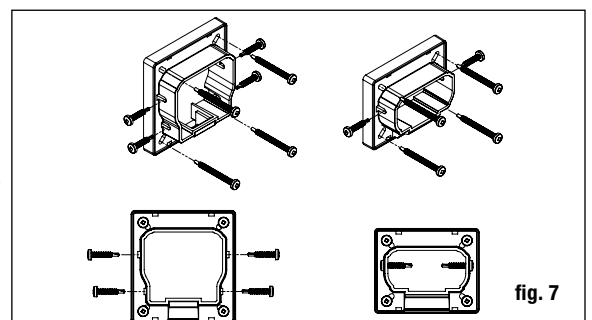

fig. 7
**Étape 9** Placez les couvre-supports et support de traverse aux extrémités de la traverse inférieure et soutenez la traverse inférieure entre les poteaux à l'aide de blocs coupés à la taille voulue. Vérifiez que la traverse est à niveau. En utilisant le support comme guide, marquez la position des vis sur le manchon de poteau et sur les deux extrémités de la traverse. Percez des trous de guidage de 0,3 cm (1/8 po) dans le manchon de poteau et la traverse. Fixez le support de câble au manchon de poteau à l'aide des vis à tête carrées n°8-15 x 2" - n°2, puis fixez le support de câble au rail à l'aide des vis à tête carrées autotaraudeuses n°10 x 3/4" - n°2 (fig. 7).
**Étape 11** Placez les couvre-supports et support de traverse aux extrémités de la traverse supérieure. Positionnez la traverse du haut en plaçant les balustres à l'intérieur des trous fraisés, tout en travaillant d'une extrémité à l'autre. Vérifiez que la traverse est à niveau. En utilisant le support comme guide, marquez la position des vis sur le manchon de poteau et sur les deux extrémités de la traverse. Percez des trous de guidage de 0,3 cm (1/8 po) dans le manchon de poteau et la traverse. Fixez le support de câble au manchon de poteau à l'aide des vis à tête carrées n°8 x 2" - n°2, puis fixez le support de câble au rail à l'aide des vis à tête carrées autotaraudeuses n°10 x 3/4" - n°2 (fig. 7).